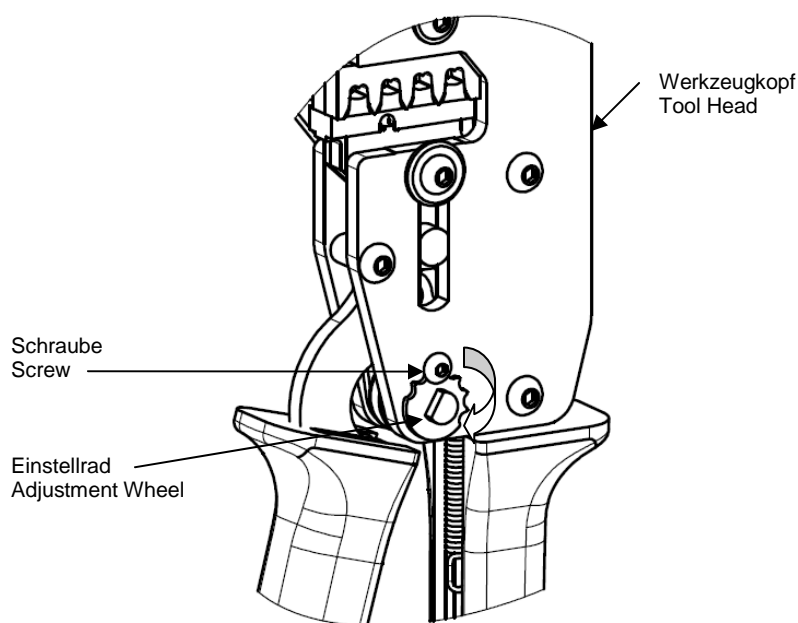

Abbildung 8 / Figure 8
3. Sichern Sie das Einstellrad mit der Innensechskantschraube wie in der Abbildung 8 gezeigt.
3. Lock the adjustment wheel with the socket head screw as shown in Figure 8.